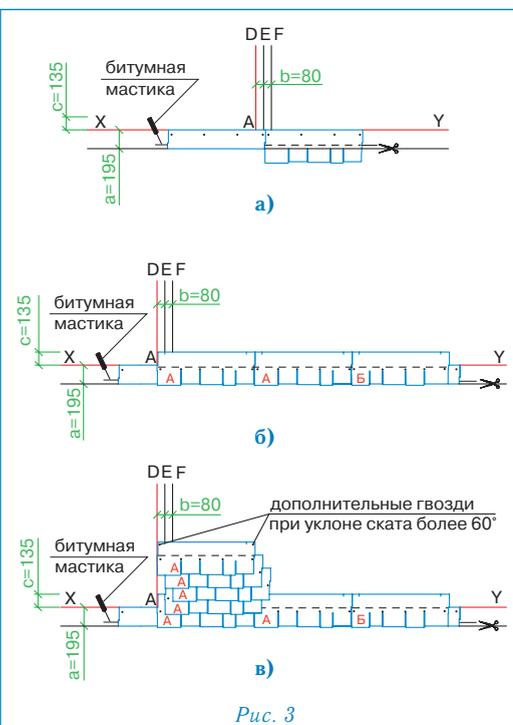

Рис. 3
Укладка материала (рис. 3)
- Начальный ряд формируется из листов черепицы ЗОДЧИЙ с обрезанными лепестками. Полученные таким образом полосы шириной 19,5 см укладываются по линии карниза в обе стороны от линии E (рис. 3а) и фиксируются по нижнему краю битумной мастикой, а по верхней кромке 4 гвоздями (ось гвоздей на 5 см ниже верхнего края полосы);
- далее первый ряд черепицы укладывается от линии AD в следующей последовательности: тип А, тип А, тип Б (рис. 3б);
- второй ряд черепицы укладывается от линии E (со смещением 8 см от AD) (рис. 3в);